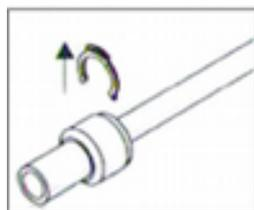

Рис. 1
1. Снять предохранительный клипс с быстроразъемного фитинга (если присутствует) (рис.1).
1. Снять предохраняющий клипс с быстроразъёмного фитинга (рис.1).